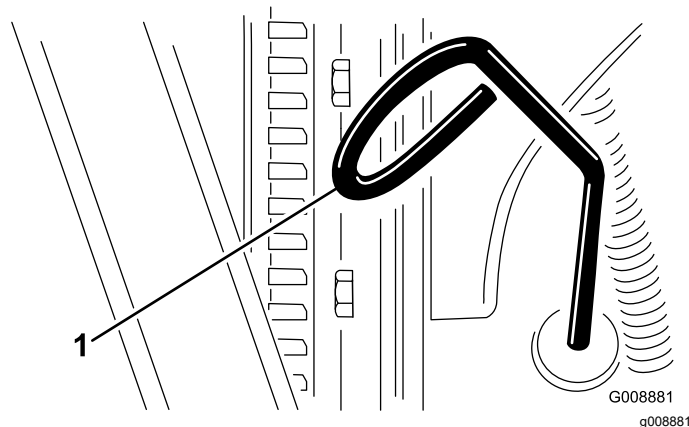

Bild 59
- Nehmen Sie den Peilstab heraus und wischen Sie ihn ab. Stecken Sie ihn dann ein (Bild 59).